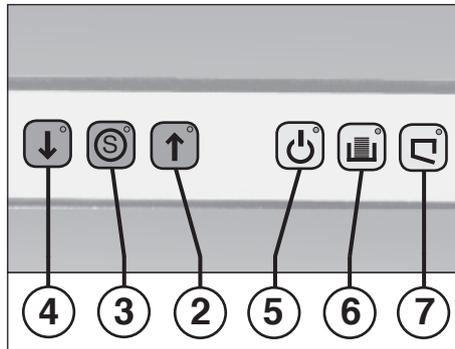
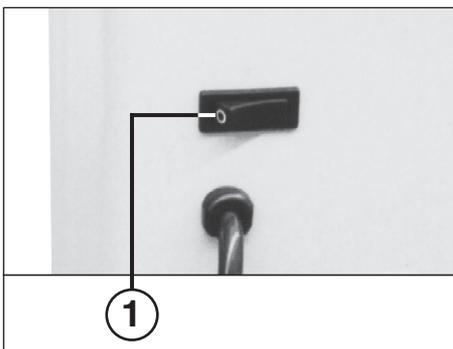

Рис. 2
Рис. 1
- 1 = рычажный выключатель "Готовность к работе" (рис. 1)**
- 2 = клавиша переднего хода (рис. 2)**
- 3 = клавиша останова "S" (рис. 2)**
- 4 = клавиша обратного хода (рис. 2)**
- 5 = Контрольная лампочка "Готовность к работе" (рис. 2)**
- 6 = Контрольная лампочка "Корзина заполнена" (рис. 2)**
- 7 = Контрольная лампочка "Дверка открыта" (рис. 2)**
Включите прибор с помощью рычажного выключателя (1) (рис. 1). В качестве знака готовности прибора к эксплуатации загорается контрольная лампочка индикации готовности к работе (5) и красная лампочка подсветки клавиши останова "S" (3) (рис. 2).
Если приемная корзина заполнена бумагой, то машинка выключается. Звучит предупредительный сигнал. Загорается контрольная лампочка (6) (рис. 2). Опорожните приемную корзину, как описано ниже:
- Откройте дверку машинки. Загорится контрольная лампочка (7) (рис. 2).
- Предупредительный сигнал перестанет звучать. Контрольная лампочка (6) погаснет.
- Пустой мешок вставьте в корзину, установите корзину на место и закройте дверку машинки. Контрольная лампочка (7) погаснет.
Следите за тем, чтобы прибор в ночное время был выключен с помощью рычажного выключателя (1), (рис. 1).
- Загорается лампочка подсветки клавиши останова "S" (3) (рис. 2).
- Нажмите на короткое время клавишу обратного хода (4) (рис. 2).
если происходит перегрузка двигателя, то он отключается. Выключите прибор, переведя рычажный выключатель (1), (рис. 1) в положение "0".